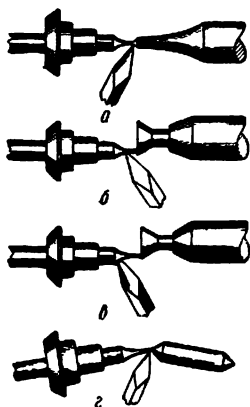

Рис. 160. Точение и отрезка оси баланса
На рис. 160, *а, б, в* показаны точение и отрезка оси при нормальной длине заготовки и излишней длине заготовки (рис. 160, *г*). В момент отрезки излишка цапфа, как правило, оказывается погнутой.
5. Обточка по диаметру цапфы производится в последнюю очередь на центрах (как это показано на рис. 160, *в*) токарного станка резцом *з* (см. рис. 22).
В том случае, если цапфа после точения на токарном станке оказалась бы значительно больше требуемого диаметра, ее необходимо подвергнуть дальнейшей обработке на станке, пользуясь для этой цели резцом *з* (см. рис. 22) и центром, указанным на рис. 160, *б*.